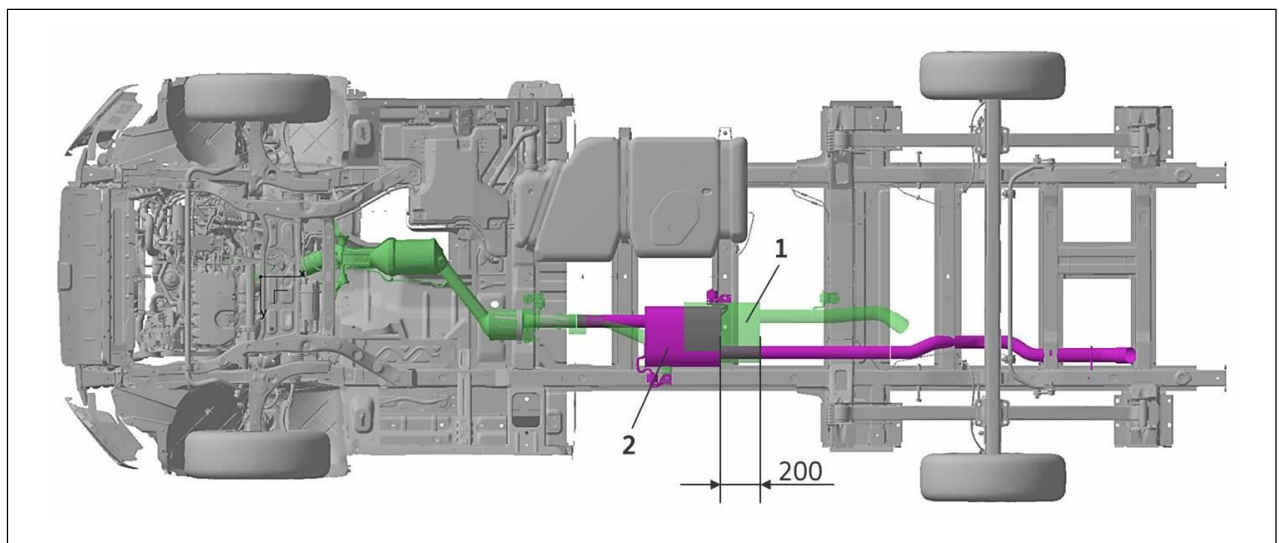

Abb. 4: Optionale Abgasanlage (2)
- Optional: Abgasanlage für Wohnmobilumbauten, mit um 200 mm in Fahrtrichtung versetztem Schalldämpfer (PR-Nr. 2HB, siehe Abb. 4)
- Der hintere Hilfsdachspiegel (1) dient nur dem Transport und darf nicht zur Anbindung des Aufbaus genutzt werden. (siehe Abb.4 „Windlauf mit Flachrahmen“)